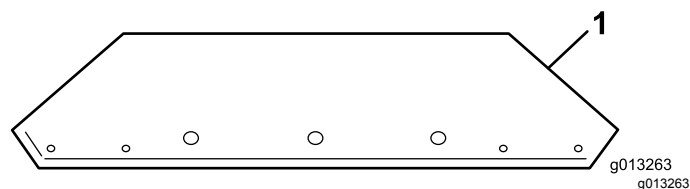
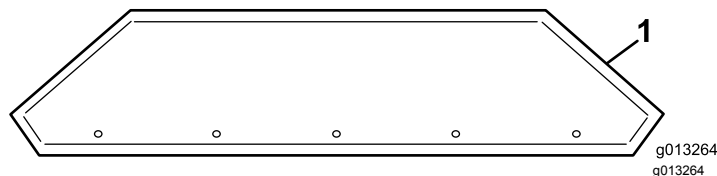

Рисунок 10
Рисунок 11
1. Извлеките удлинители загрузочного бункера из транспортировочного контейнера, определите передний и задний удлинитель (Рисунок 10 и Рисунок 11).